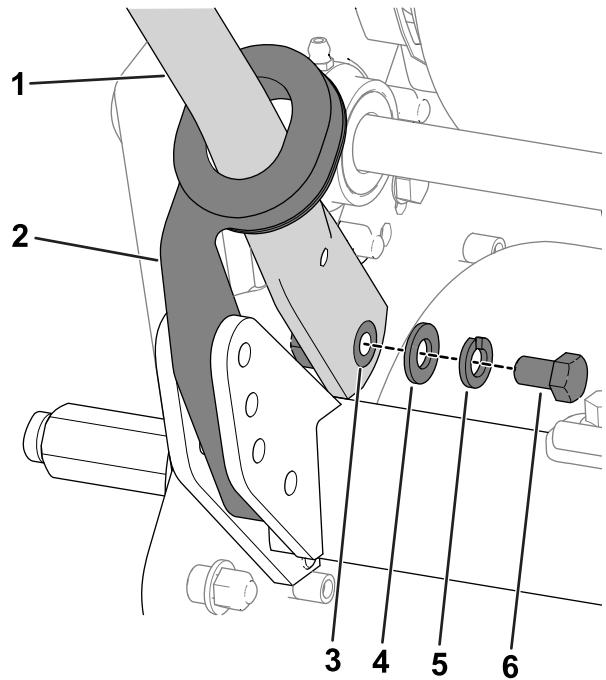

Figura 4
4. Apriete los extremos del manillar hacia dentro e instálelos sobre los pasadores de montaje (Figura 4).
5. Sujete el manillar a los pasadores de montaje con los pernos (%"), las arandelas y las arandelas de freno que retiró anteriormente (Figura 4).